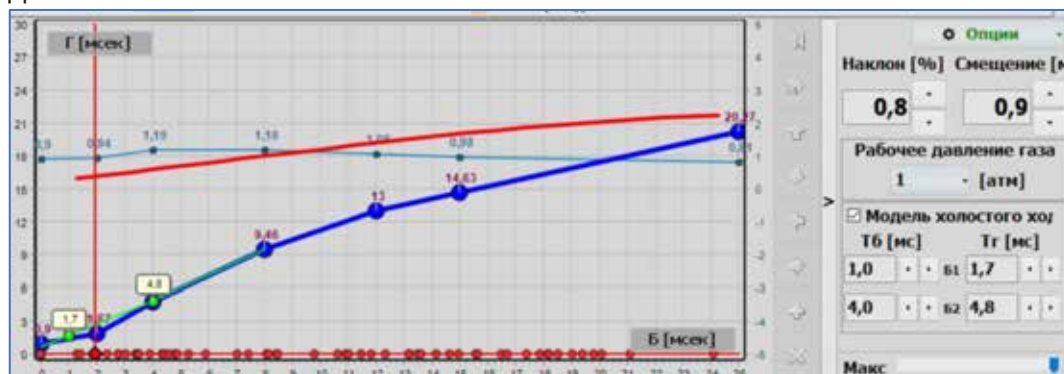

Рис. 2.75 Модель с калибровкой холостого хода
- **Калибровка холостого хода** - диаграмма также показывает дополнительную модель работы на холостом ходу, состоящую из двух точек (P1 - рабочая без нагрузки на холостом ходу и P2 - полная нагрузка на холостом ходу), которая используется во время калибровки работы двигателя на холостом ходу (об/мин ниже 1200) (**Рис. 2.75**). Точки P1 и P2 представлены двумя зелеными квадратами, соединенными зеленой линией.